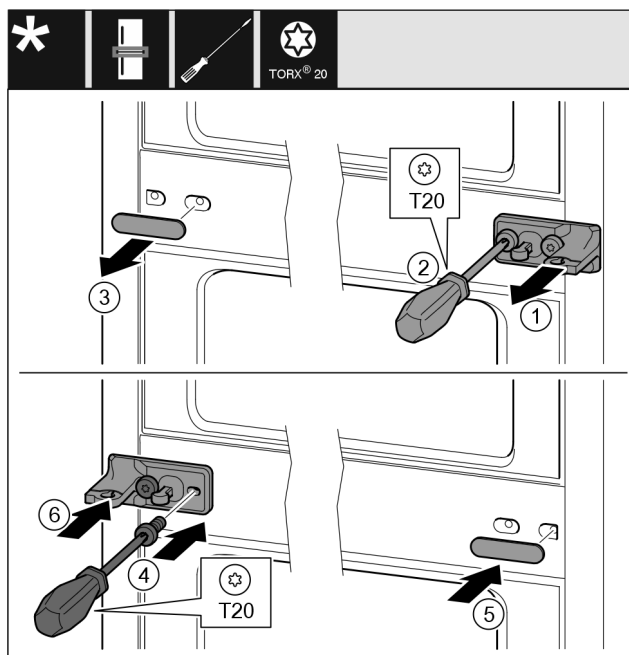

Fig. 38
- Stáhněte podložku Fig. 38 (1).
- Šroubovákem vyšroubujte šrouby Fig. 38 (2).
- Opatrně stáhněte kryt Fig. 38 (3).
- Stojan ložiska s fólií Fig. 38 (4) otočený o 180° pevně přišroubujte na druhé straně.
- Kryt Fig. 38 (5) otočený o 180° připevněte na druhé straně.
- Zepředu nasuňte podložku Fig. 38 (6).